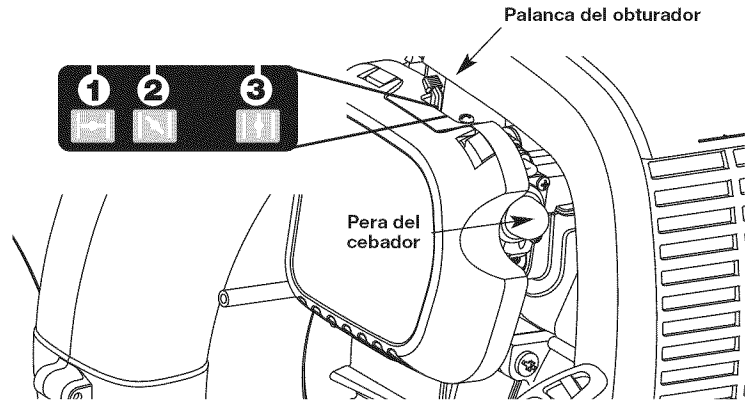

Fig. 14
3. Oprima y suelte completamente la pera del cebador **10** veces, lentamente. Deberá verse alguna cantidad de combustible en la pera del cebador (Fig. 14). Si no se ve combustible en la pera, oprima la pera hasta que se vea el combustible.
4. Coloque la palanca del obturador en la **Posición 1** (Fig. 14).
6. Coloque la palanca del obturador en la **Posición 2** (Fig. 14).
9. **Continuar oprime el gatillo.** Mover la palanca del obturador a la **Posición 3** (Fig. 14) y continuar el calentamiento del motor por un período adicional de 60 segundos. Durante este tiempo la unidad puede ser utilizada.